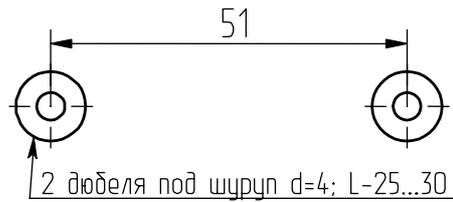

Рис. 2. Разметка места установки извещателя
- 7.7. Разметку места установки извещателя производить в соответствии с рис. 2 или используя приложение в качестве трафарета (см. стр. 11).